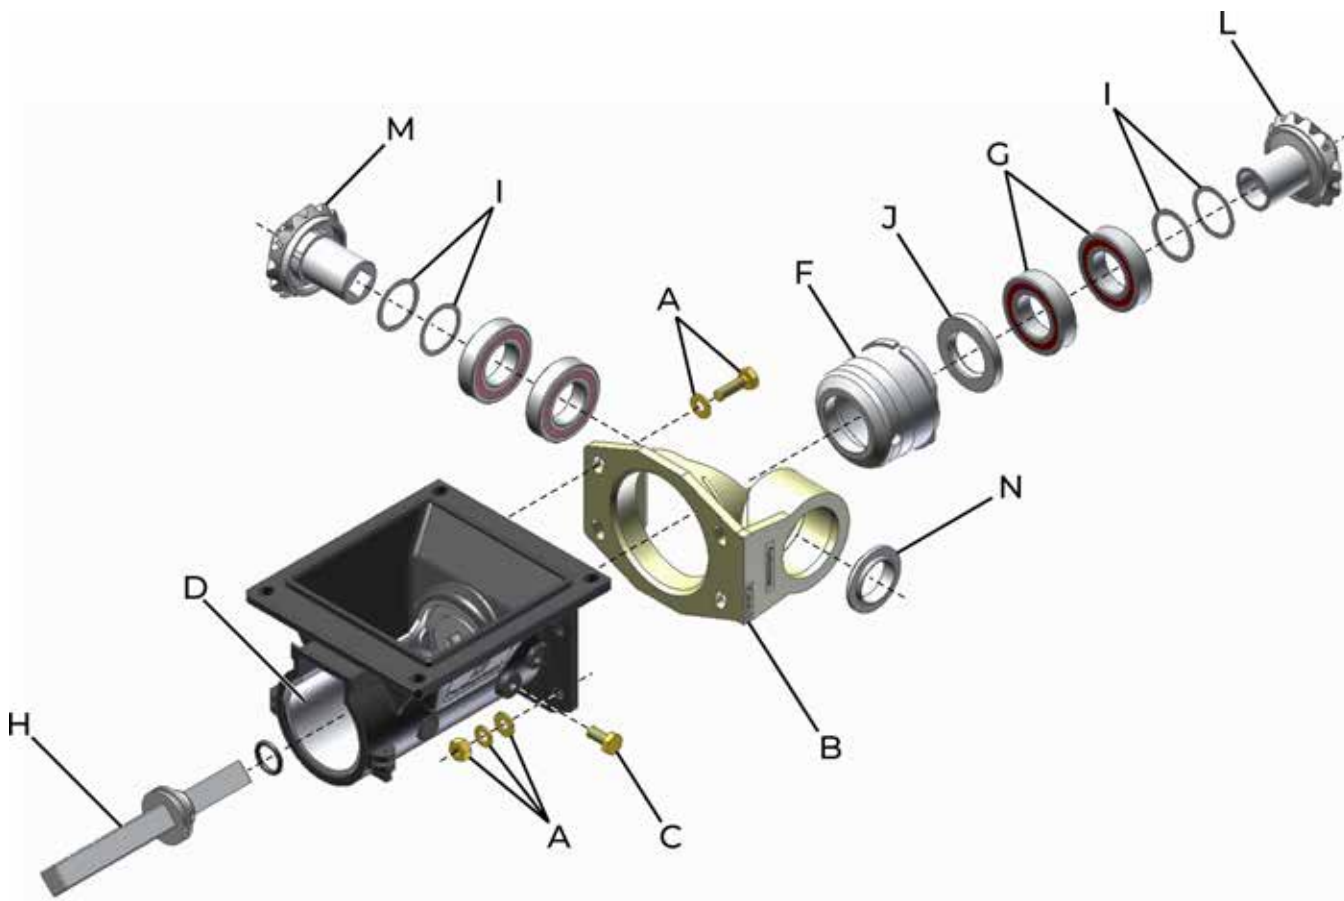

fig. 53
- 2- Retire os quatro parafusos e porcas (A) de fixação do mancal suporte dos pinhões de transmissão (B).
- 3- Afrouxe e retire os parafusos (C) de fixação do revestimento (D), retirando-o do conjunto.
- 4- Retire a bucha mancalizadora (F) e os rolamentos (G). Retire o eixo acionador (H) e remova a bucha mancalizadora dos rolamentos e o retentor (J) fazendo as limpezas ou substituições necessárias.
- 5- Retire o anel de proteção (N).
Observe atentamente que deverão ser montadas as arruelas de ajuste (I) (fig. 53), as quais proporcionarão um espaço maior ou menor para o ajuste dos pinhões (L e M). Se houver necessidade de substituição dos pinhões, deverá ser feito do conjunto: pinhão acionador-motriz (L) e do pinhão movido (M).